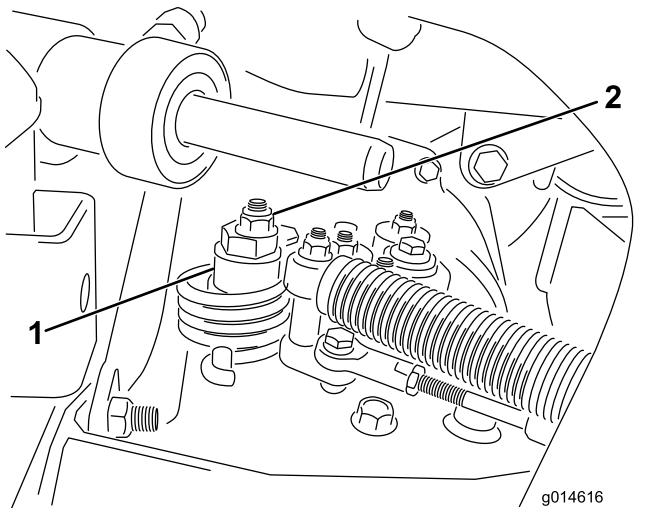

图32
- A. 松开将偏心螺栓固定到静液压泵顶部的螺母图 32。
- C. 旋转偏心螺栓直到不再出现任何方向的缓慢前移。当轮子停止旋转时旋紧螺母锁定偏心螺栓和调整图32。将油门移至慢速 和 快速 位置验证调节情况。